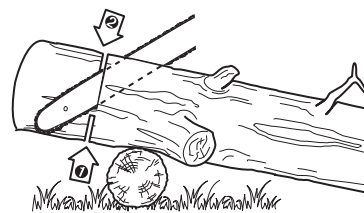

Fig.34
2. Si le tronc est surélevé d'un seul côté (Fig. 34), coupez environ 1/3 de son diamètre par en dessous, puis terminez la coupe par le dessus, de manière à rejoindre la première entaille.